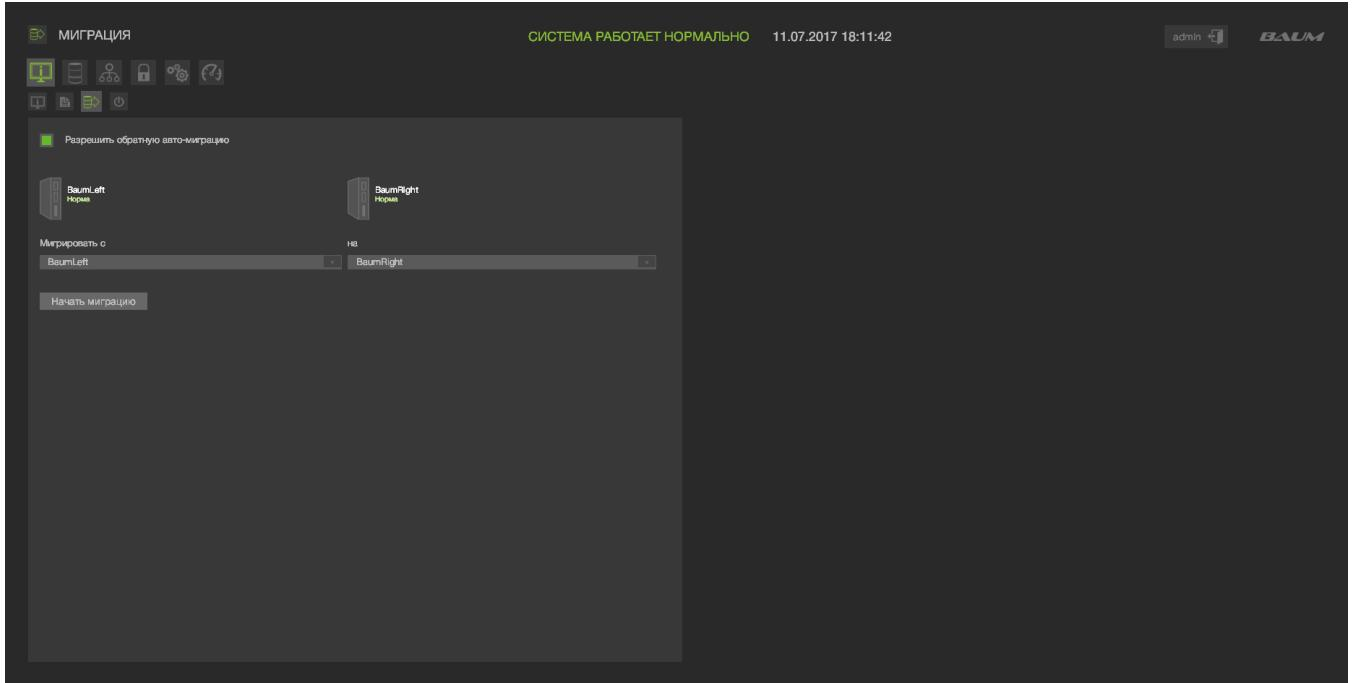

Рисунок 37 – Настройка миграции пула
- 4) Нажать на кнопку «Начать миграцию». При этом интерфейс блокируется на время выполнения операции (см. Рисунок 37).